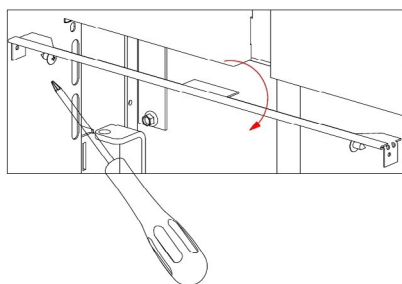

Fig. 29 - Verwijdering profielen
- De 4 schroeven losdraaien en de zwarte profielen onder en boven de deur verwijderen (zie Fig. 29 op pag. 21).